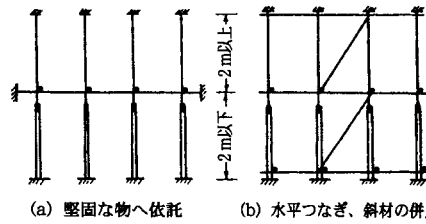

図2 水平つなぎの水平移動防止の措置
(2) 水平つなぎの末端は、堅固なものに固定するか、もしくは斜材を設ける。斜材は、支柱と水平つなぎの交点付近を通るように設け、この点の近傍で専用の金具等で固定する。(図2)
- (1) 段組は2段までとする。
- (2) 下段および上段の支柱群は、それぞれ直角2方向に水平つなぎで連係一体化する。(図2参照)
- (3) 敷角等を継いで用いる場合は、敷角等を緊結する。
- (4) 敷角等を二重にはさむ場合には、敷角の重なっている部分は、釘、かすがいなどで堅固に固定する。
- (5) 支柱は敷角等に確実に固定し、かつ、敷角等は水平方向に移動しないようにする。